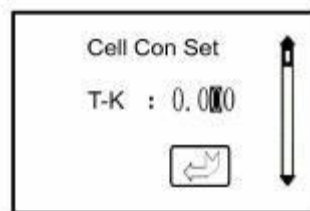

Рис. 7
- 3) **Temperature compensation (температурная компенсация):** вход в интерфейс настройки температурной компенсации (см. Рис. 7).